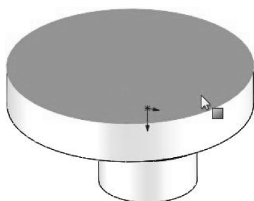

图 3-23 选择草图平面
- 单击【拉伸凸台/基体】按钮, 选择如图 3-23 所示的面作为绘图平面。